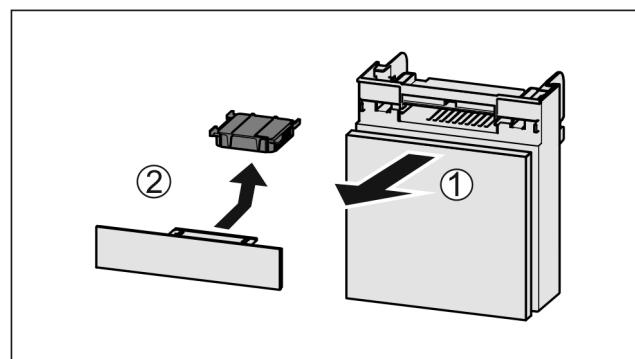

Fig. 116
- Extragăți Fig. 116 (1) compartimentul către înainte.
- Scoateți Fig. 116 (2) filtrul de cărbune activ.